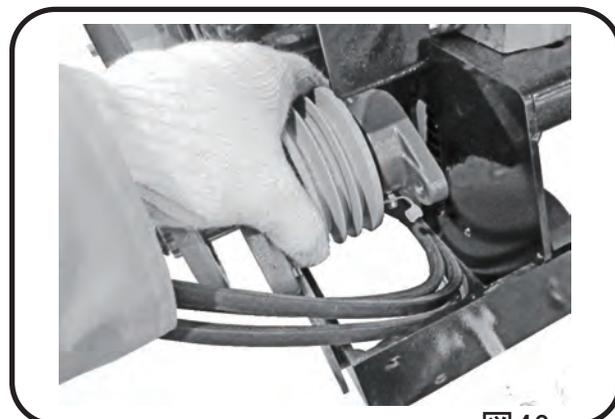

図46
- 7 ピローブロックを取り付けたままでブレードシャフトを本体から取り外します。古いVベルトを取り除いてから新しいVベルトを取り付けます。(図46)